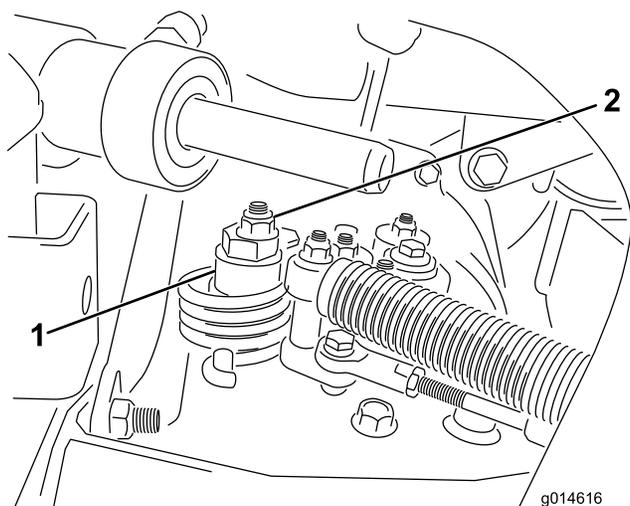

図 48
- A. 偏芯ナットをハイドロスタット上部に止めているナットをゆるめる図 48。
- C. どちらにも車輪が回らないように偏芯ナットを回して調整する。調整ができれば固定ナットを締める図 48。スロットル SLOW および FAST 位置で調整が正しいことを確認する。